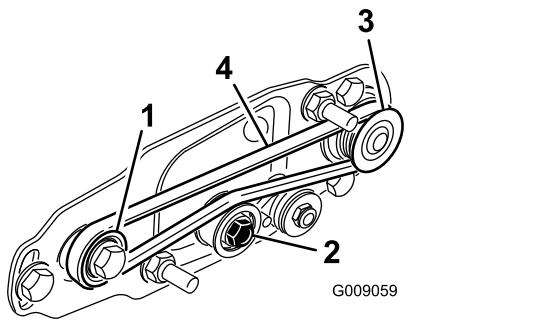

Figura 16
- Avvolgete la cinghia intorno alla puleggia **condotta** e successivamente intorno alla parte superiore della puleggia tendicinghia (Figura 16).
- Avviate la cinghia sulla **puleggia motrice** (Figura 16).